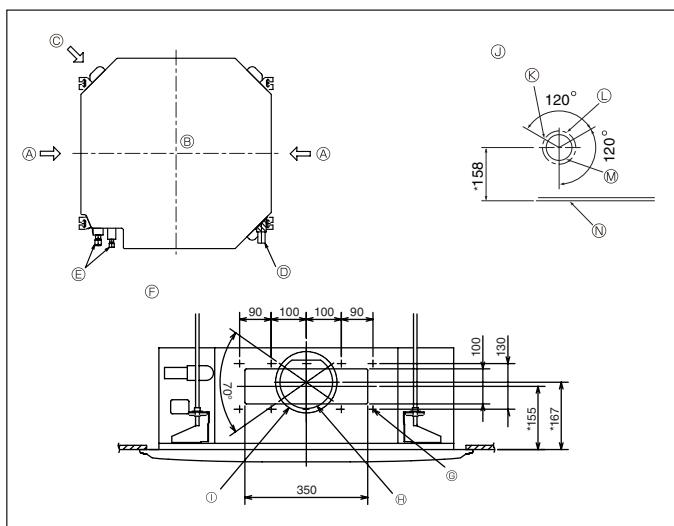

Fig. 2-3
2.3. Openingen voor pijpaftakking en luchtinlaat (Fig. 2-3)